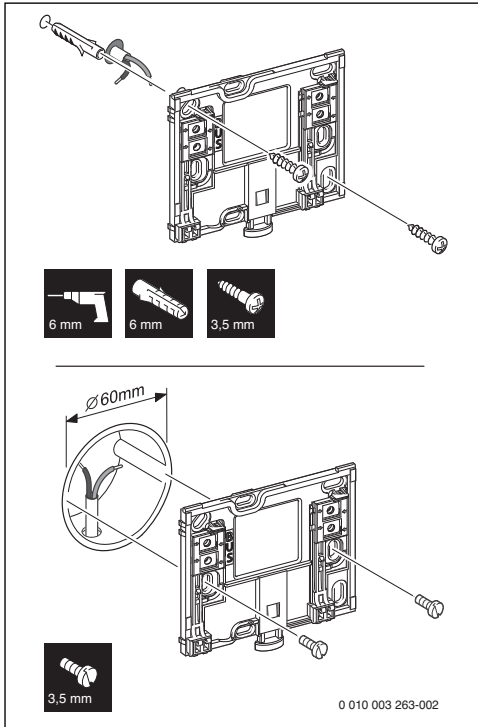

Bild 4 Installation des Sockels
- ▶ Sockel an einer Wand installieren (→ Bild 4).